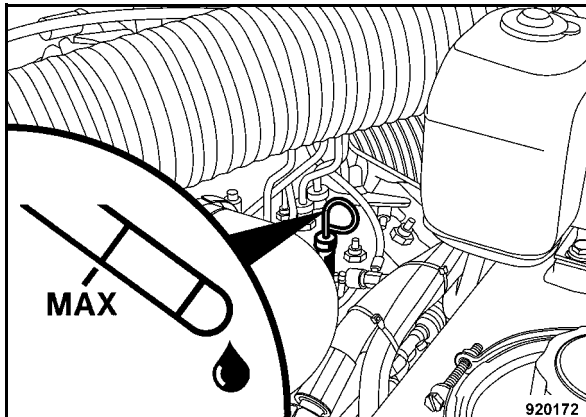

Fig. 89
- Extraer la varilla de medición de aceite (Fig. 89), limpiarla con un paño limpio y libre de hilachas e introducirla hasta el tope.